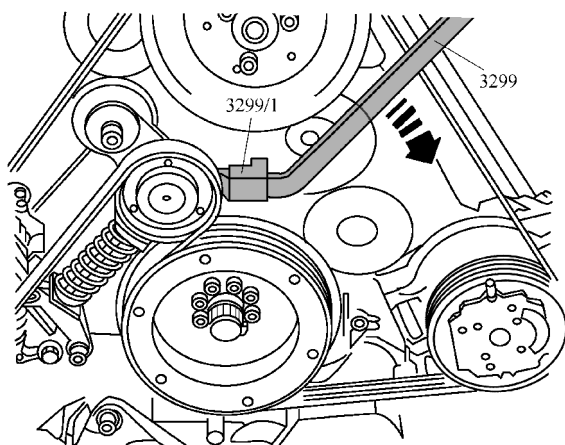

图 1-3-34 从伺服泵多楔带轮上
- (1) 如图 1-3-34 所示, 松开多楔带时, 用多楔带撬杆 3299 和定位件 3299/1 沿箭头方向转动张紧装置。从伺服泵多楔带轮上拆下多楔带。